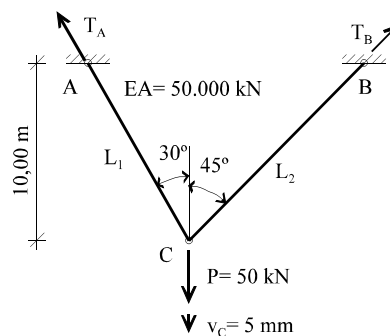

Figura 11
11) En la estructura formada por dos cables de la figura 11, determinar el esfuerzo axial en cada cable para los dos casos de carga siguientes: